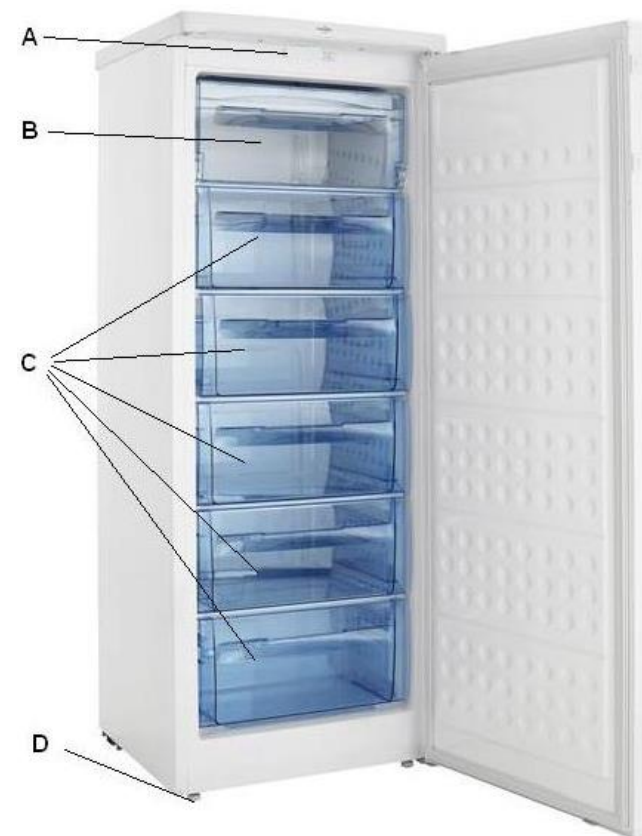

fig. 1
- Placez l'appareil à niveau à l'aide des pieds réglables (fig.1:D)